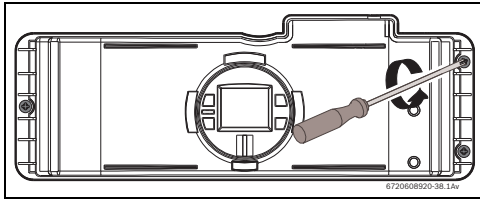
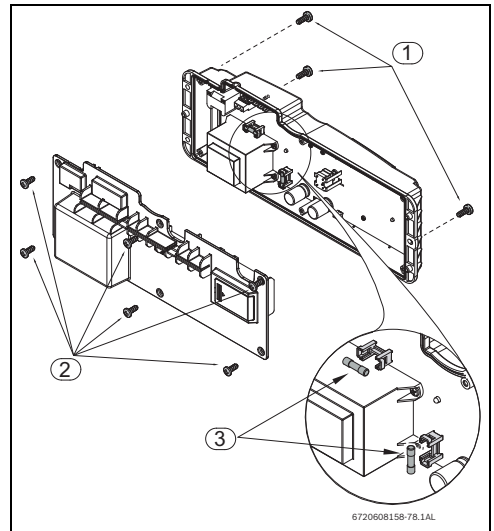

Fig. 54
Fig. 55 Ubicación de los fusibles
- Aflojar tres tornillos en la parte de lantera de la caja electrónica (Fig.54 y Fig.55, pos. 1).
- Sacar la caja electrónica para acceder a los seis tornillos en la parte posterior y retirarlos (Fig.55, pos. 2).